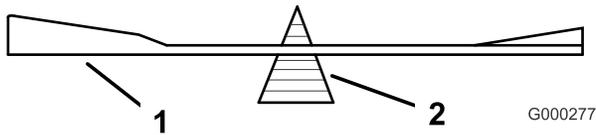

Bild 80
2. Überprüfen Sie die Auswuchtung des Schnittmessers auf einer Ausgleichsmaschine (Bild 80). Wenn das